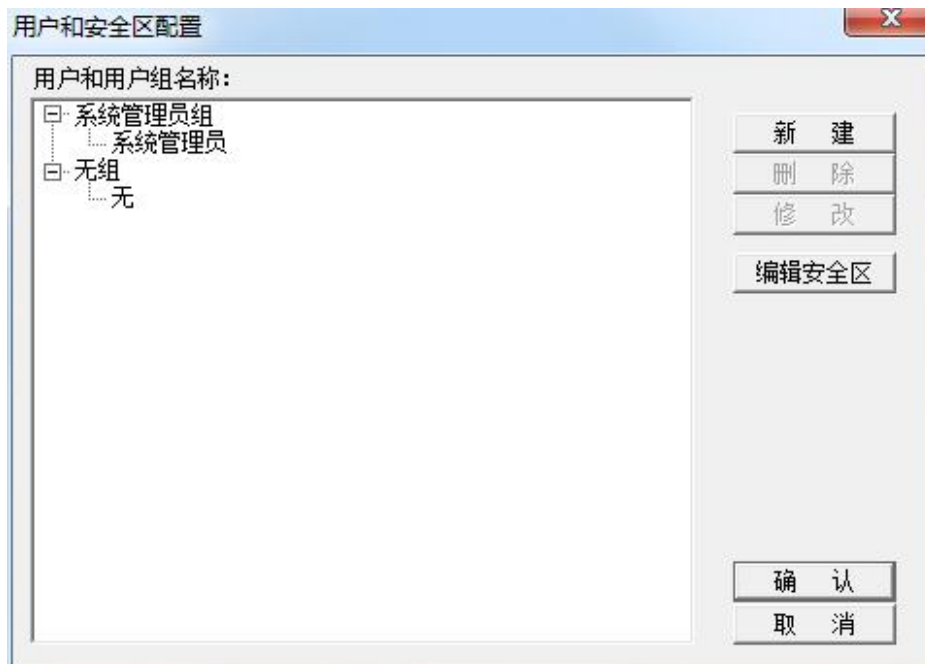

图 10-1 安全管理系统对话框
1、在工程浏览器窗口左侧“工程目录显示区”中双击“系统配置”中的“用户配置”选项，弹出安全管理系统对话框，如图 10-1 所示。